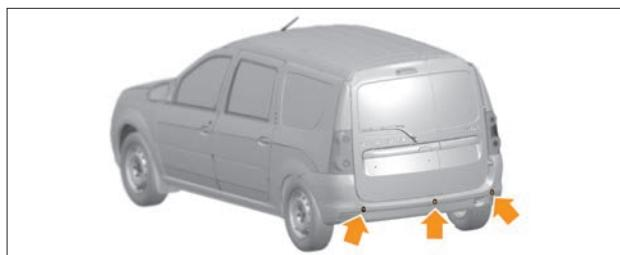

Рис. 5.13.1. Датчики СБП
- СБП имеет три датчика в заднем бампере (рис. 5.13.1);